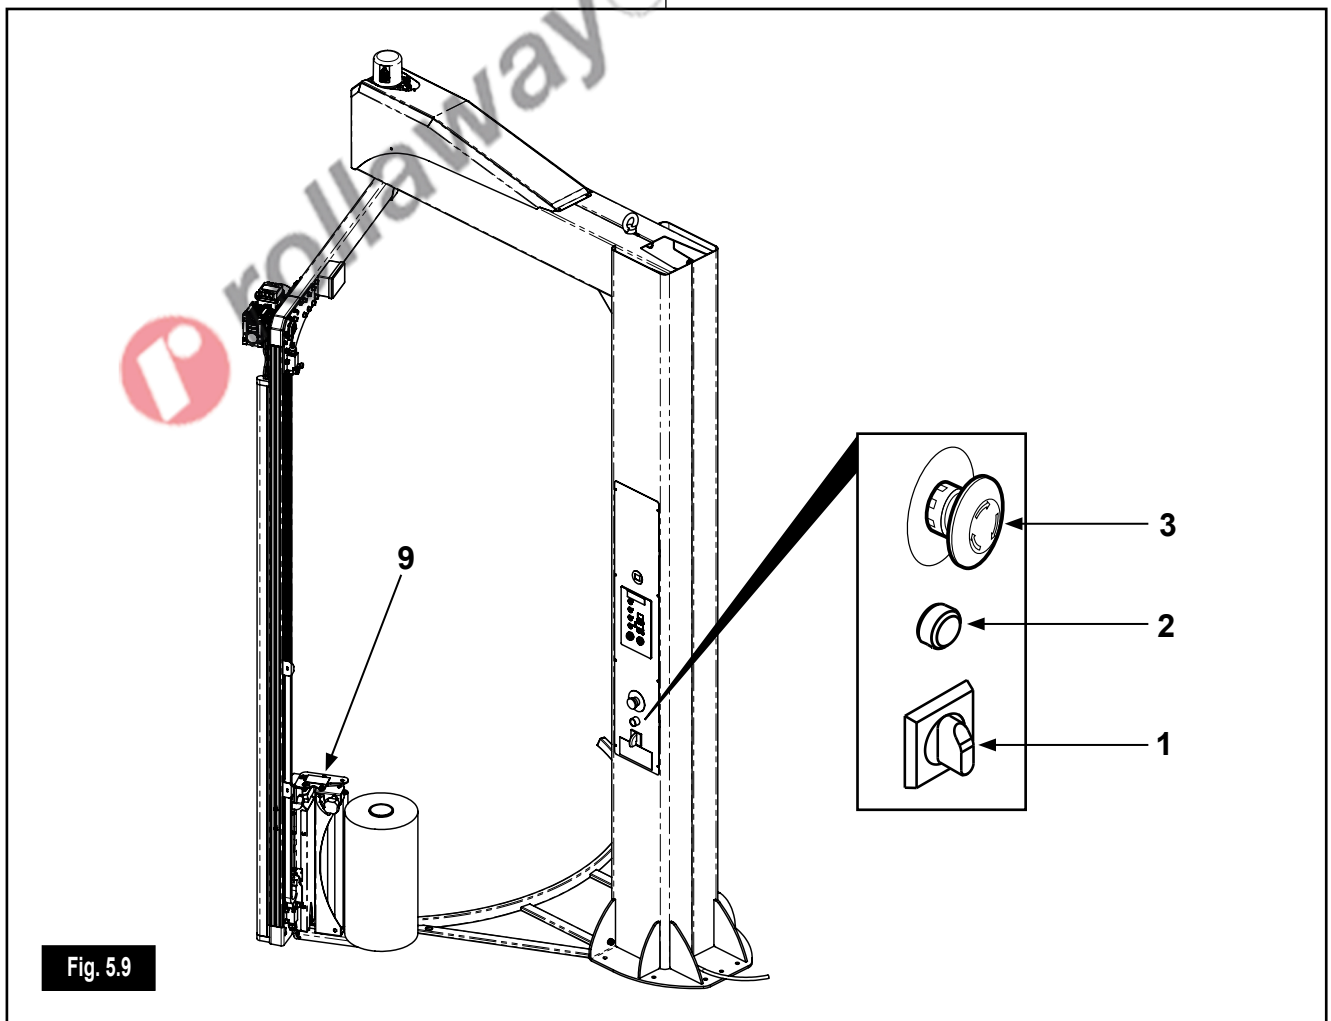

Fig. 5.9
A fine lavorazione, per periodi anche brevi di inoperatività è obbligatorio portare la macchina in condizioni di sicurezza (vedi Fig. 5.9).
La macchina è dotata di pulsante di emergenza a fungo (3) (Fig. 5.9). Premendo il pulsante a fungo si ottiene l'immediato arresto della macchina. Per riavviare la macchina occorre ruotare il pulsante a fungo fino a riarmarlo e premere il pulsante di ripristino (2) per riattivare il pannello di controllo
After using the machine, even for short periods of inactivity, it must be put into the safe mode (Fig. 5.9):
The machine is equipped with an emergency pushbutton (3) (Fig. 5.9). Pressing the pushbutton, the machine will stop immediately. To restart the machine it is necessary to turn the pushbutton to rearm and press the reset button (2) to reactivate the control panel.